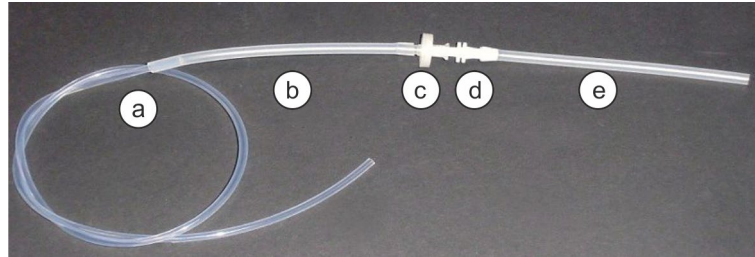

Abb. 19 Set zur Flussüberprüfung
Kleinere Lecks können erkannt werden, wenn durch einen zusätzlichen Gegendruck im System der Kontrollfluss absinkt. Beim Auffinden der Undichtigkeit kann das Set zur Flussüberprüfung helfen, das mit dem compEAct S geliefert wird. Das Set wird wie folgt zusammengesetzt (→ Abb. 19):
- Das freie Ende des Schlauches a (→ Abb. 19) in den FAST-Verbinder stecken.